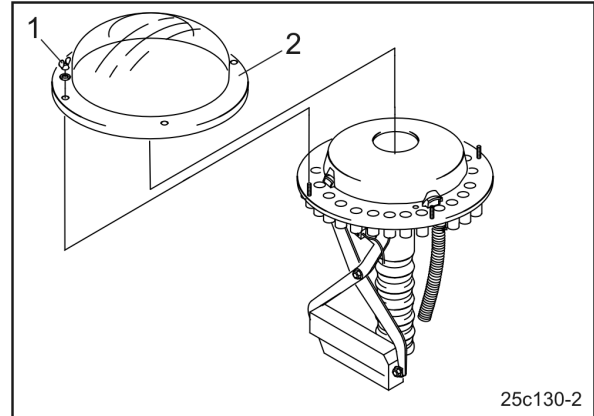

Рис. 91
4. Открутите барашковые гайки (Рис. 91/1) и снимите с распределительной головки прозрачную пластиковую крышку (Рис. 91/2).
6. Установите пластиковую крышку (Рис. 91/2).
7. Закрепите пластиковую крышку при помощи барашковых гаек (Рис. 91/1).